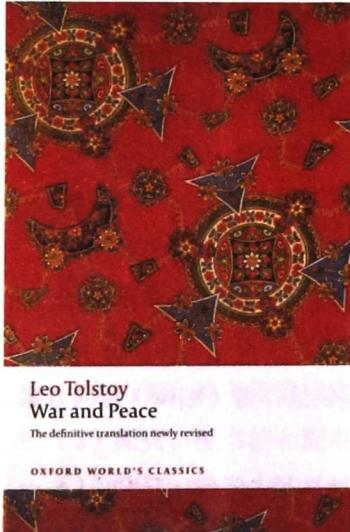

图 0-10
2) 按题材分类,例如小说、传记、诗歌等(图0-10~图0-12)。